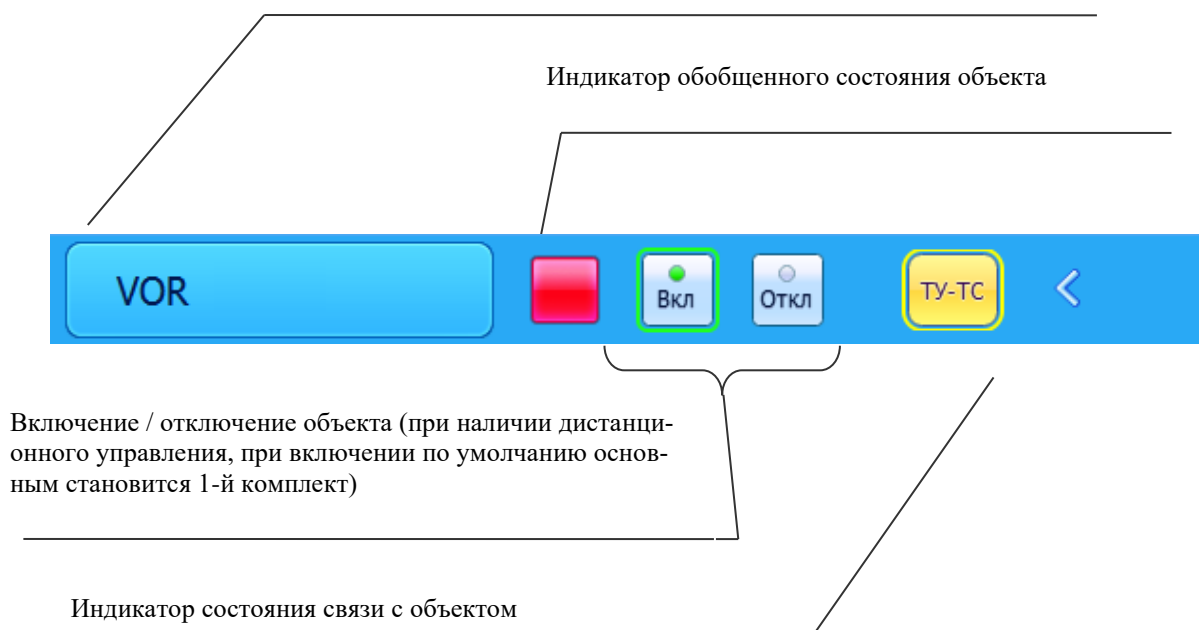

Рисунок 2.1 – Окно обобщенного управления.
2.3 В окне обобщенного управления во вкладках «управление» и «оборудование» (рисунок 2.1) есть органы управления, которые позволяют производить: